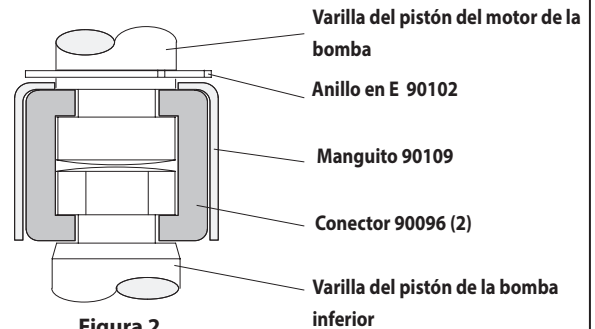

Figura 2
4. Por medio de unos alicates para anillos en E, desplace el anillo en E lo suficiente para permitir que el manguito se mueva hacia arriba y libere los dos conectores (ver la figura 2).